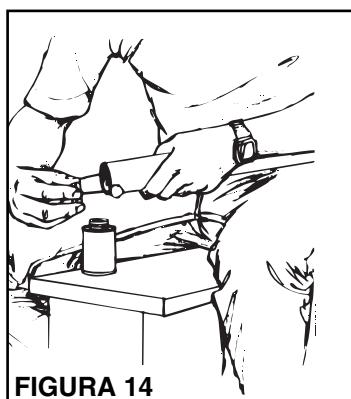

FIGURA 14
11. Véase la Figura 14. Aplique cemento para PVC (modelo 379) al exterior del entubado. Cubra el entubado hasta 2,5 cm del extremo. Cuídese de no poner cemento al interior del tubo.